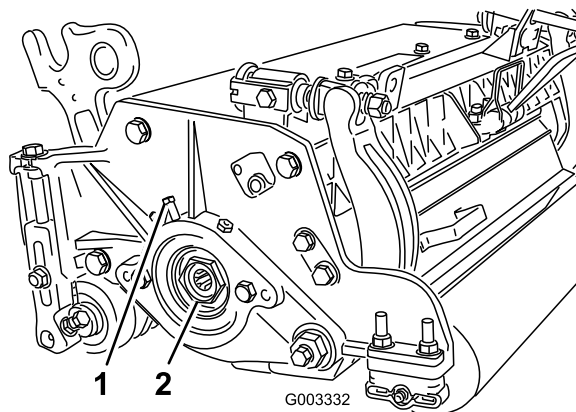

Figura 25
- A. Desaperte o parafuso do conjunto externo segurando a porca de ajuste do rolamento localizado no lado esquerdo da unidade de corte (Figura 25).